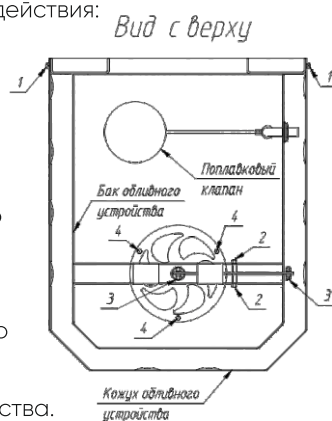

Рис. 8
- 6 Отсоедините рычаг слива от сливного механизма раскрутив гайки 2 и 3 (см. рис.8)
- 7 Извлеките сливной механизм из бака обливного устройства раскрутив гайки 4 (см. рис.8)